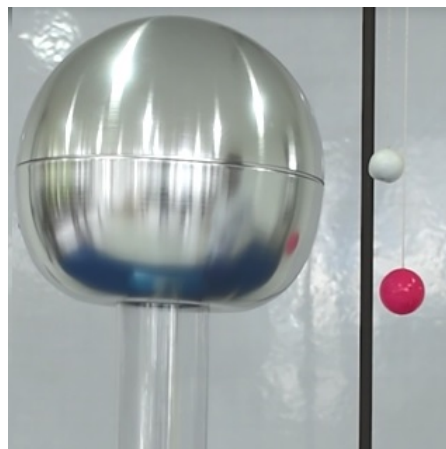

Figura 1.9: Aspecto de los péndulos al acercarlos al GVG
3. Acerque los dos péndulos al domo superior del GVG a una distancia no mayor a 20 cm. Observe la figura 1.9.